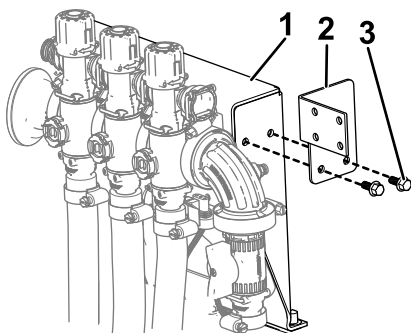

Bild 17
2. Montieren Sie die Ventilhalterung mit zwei Bundkopfschrauben ($\frac{1}{4}$ " x 0,625") am Ventilhalterungsrahmen, wie in **Bild 17** dargestellt.